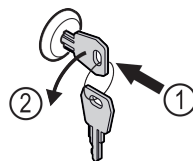

Fig. 167
- ▶ Uvucite ključ. Fig. 167 (1)
- ▶ Okrenite ključ za 90° nalijevo. Fig. 167 (2)